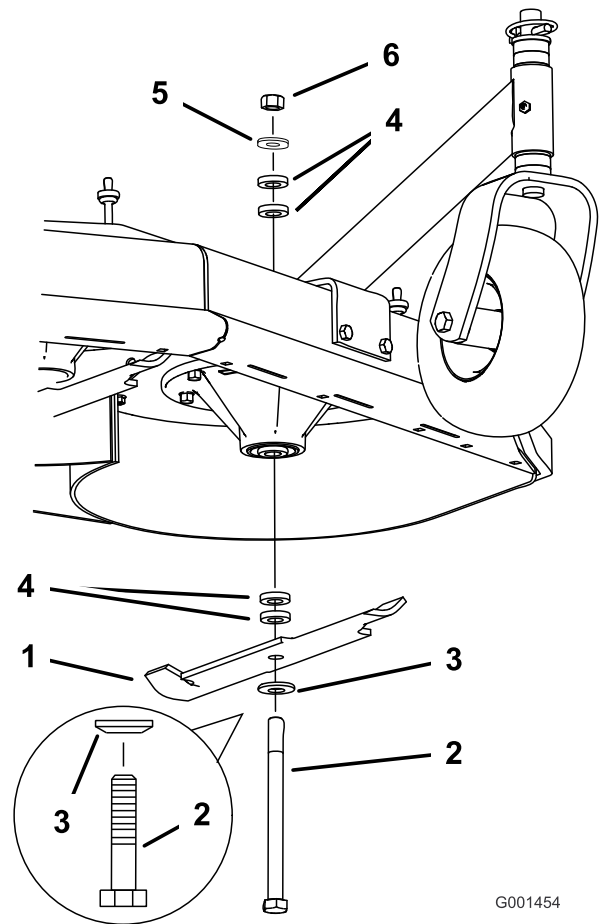
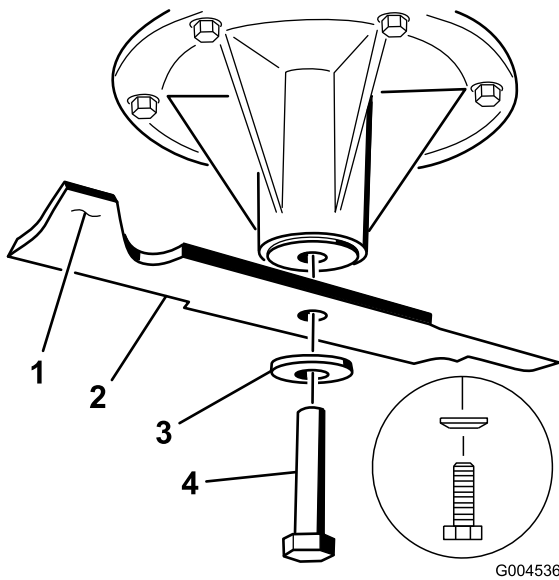

図 8
図 9
重要 ブレードの「セール」部分（縦になっている部分）がデッキの天井側を向くように取り付ける（図 8）。
2. スピンドルに新しいブレードを取り付ける；ワッシャ、ブレードボルトは先ほど取り外したものを使用する（図 8 または 図 9）。
3. 固定式のデッキでは、ブレードボルトを 75-80 ft-lb (101-108 N-m=9.7-11.0 kg/cm²) にトルク締めする（図 8）。
4. グランドスタンド芝刈り機およびフローティング型刈り込みデッキでは、ブレードボルトを 85-110 ft-lb (115-150 N-m=11.8-15.2 kg/cm²) にトルク締めする（図 9）。